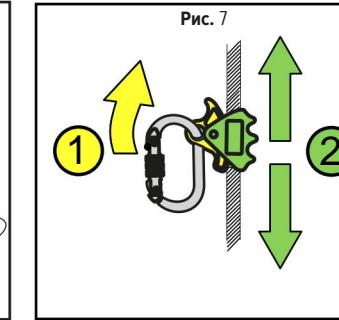

Рис. 7
- Используя регулятор стропа, отрегулируйте длину и натяжение стропа для обеспечения стабильного рабочего положения или ограничения перемещения (рис. 7).